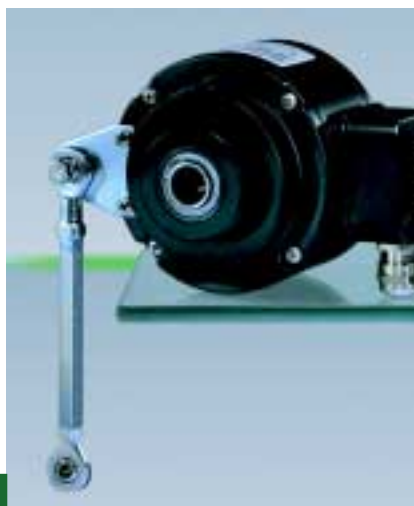

Bild 29: Die Drehmomentstütze sollte möglichst rechtwinklig montiert werden (HOG 10).
- HÜBNER Drehmomentstützen mit Kugelgelenken sind spannungsfrei möglichst **tangential** ($90^\circ \pm 30^\circ$) zum Digital-Tacho zu montieren (↻ Bild 29).